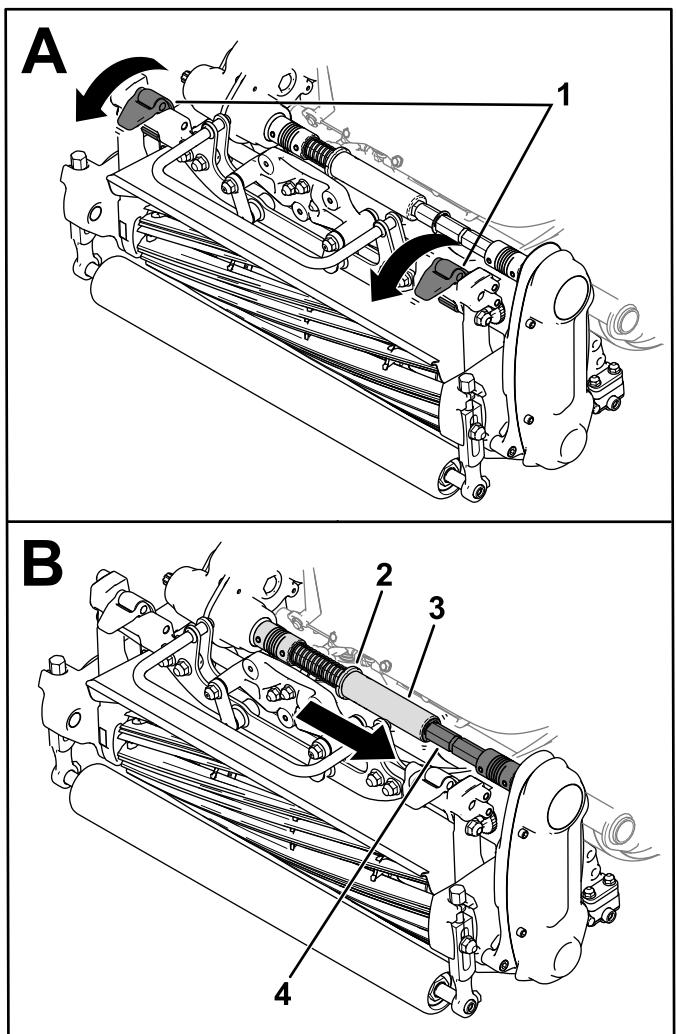

图 39
3. 向下移动悬挂闩锁以将滚刀组固定到机器上 图 39。
- 4. 将环圈移出变速箱联轴器轴槽并将六角管道插入滚刀组联轴器轴图 39。